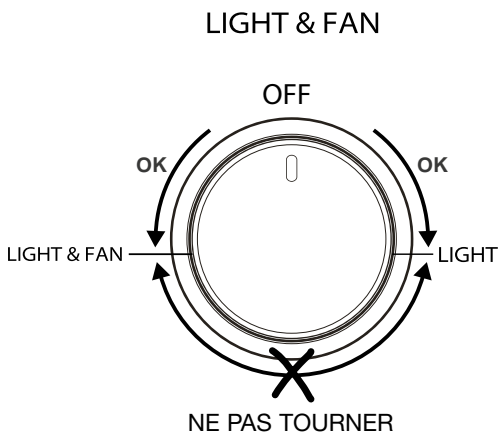

Fig. 3.2a
La lampe du four et le moteur de ventilateur sont contrôlés par un bouton d'interrupteur situé sur le tableau de commande (fig. 3.2a - 3.2b). Pour allumer la lampe du four, tournez le bouton dans le sens antihoraire à la position LIGHT.
**REMARQUE IMPORTANTE :** Lors de l'allumage du brûleur du four, le moteur de ventilateur doit être en position d'arrêt (bouton de commande de la lampe et du ventilateur à la position OFF - fig. 3.2a - 3.2b).
Après avoir allumé le brûleur du four, allumez le moteur de ventilateur en tournant le bouton de commande de « lampe du four et moteur du ventilateur » (fig. 3.2a - 3.2b) à la position LIGHT & FAN.
Régles le bouton de commande du brûleur du four à la position OFF et tournez le bouton de commande de « lampe du four et moteur du ventilateur » (fig.3.2a - 3.2b) à la position LIGHT & FAN.